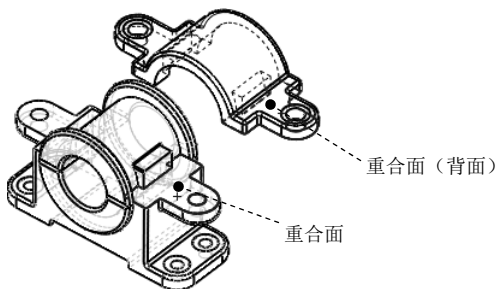

图 7.11.14 选取重合面 (一)
③ 添加“重合”配合。单击“配合”对话框中的  按钮，选取如图 7.11.14 所示的两个面为重合面，单击快捷工具条中的  按钮。